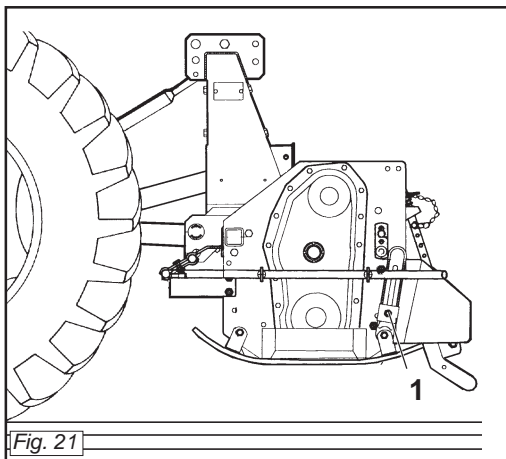

Fig. 21
**Macchine con slitte:** per regolare la profondità nelle macchine con slitte, è necessario allentare la vite di registro (1 Fig. 21), alzare o abbassare la slitta nella posizione desiderata, riavvitare poi la vite di registro.
**Machine with skids:** to adjust working depth on this type of machine you must loosen the adjustment screw (1 Fig. 21) and raise or lower the skid the desired amount. Then retighten the screw.
**Maschine mit Schlitten:** um die Arbeitstiefe der Maschine mit Schlitten zu bestimmen, ist es notwendig die Stellschraube zu lockern (1 Abb. 21), den Schlitten im gewünschten Maße zu heben oder zu senken, und die Stellschraube wieder anzuziehen.
**Machine avec patins:** pour régler la profondeur sur les machines avec patins, desserrer la vis de réglage (1 Fig. 21), soulever ou abaisser les patins à la mesure désirée et revisser la vis de réglage. Cette opération doit être effectuée sur les deux patins et varie selon le sol.
**Máquinas con correderas:** para ajustar la profundidad en las máquinas con correderas, hace falta quitar el perno de registro (1 Fig. 21), subir o bajar las correderas de la misma deseada y volver a introducir el perno en su agujero.